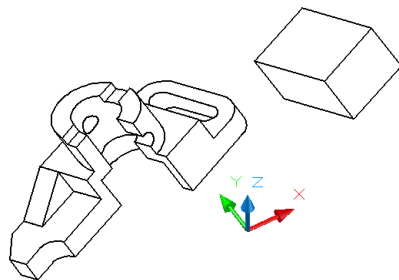

Рис. 59
- ◆ Получаем плоское аксонометрическое изображение в виде блока (включена МСК) (рис.59).